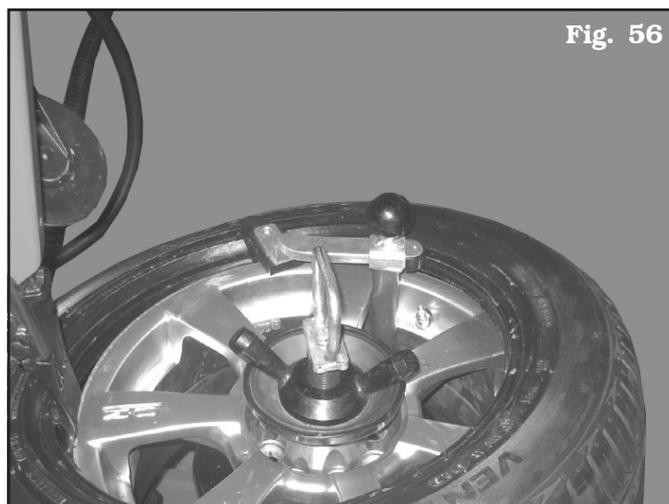

Fig. 56
1. Monter le pousse-pneu avec dispositif entraîneur voisin le bord de la jante (voir **Fig. 56**) ;